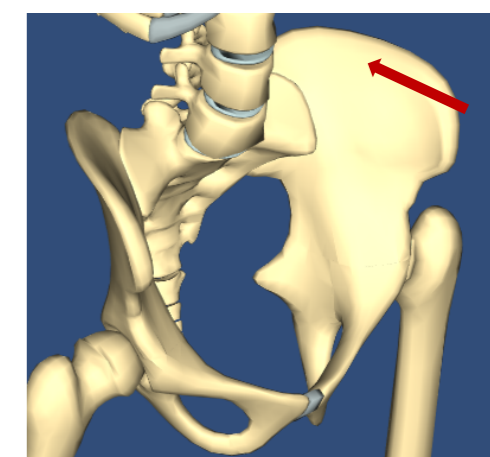

图 2f
- 由于骨盆为弧形，所以在穿针过程中，骨针不可避免的要从小盆内侧面穿出，我们可在体外用一根相同的骨针做比对，这样可以直观的把握进针长度。在穿以后也会有不同的手感，这个时候需要我们给一个向外的力，保证骨针再次进入骨质，避免沿骨面向内侧滑入，有造成脊柱、神经、血管损伤的风险（图 2f）。